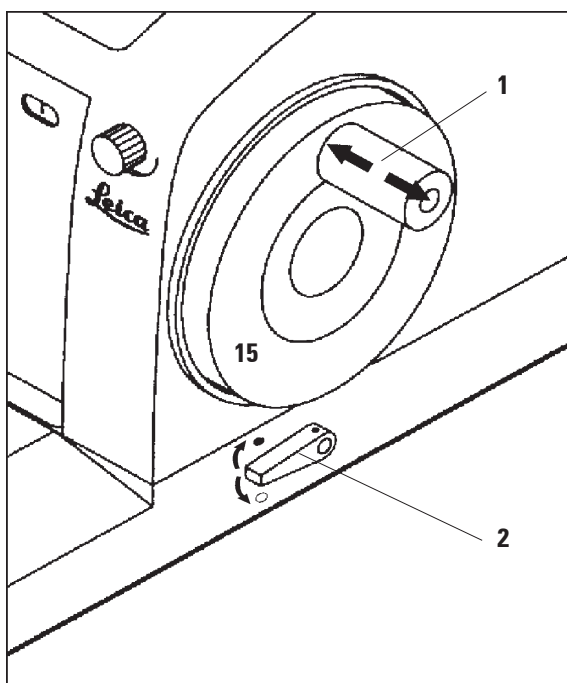

Fig. 2
Le volant (15) peut être bloqué en position de 12 heures (fig. 2).
Le levier (2) sur la droite du socle du microtome permet d'activer le frein dans une position quelconque du volant. Si le levier est actionné vers le haut, le volant ne peut plus être déplacé. Les deux positions du levier sont repérées sur le socle Fig. 2.